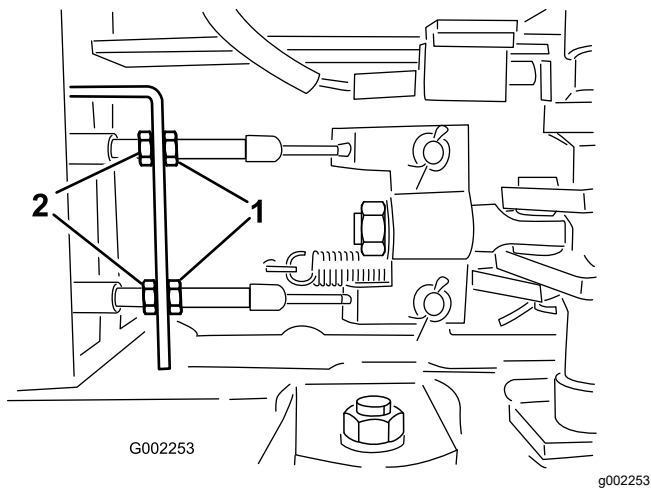

Figure 105
5. Desserrez les écrous de blocage avant sur les câbles de frein, sous l'extrémité avant du pulvérisateur (Figure 105).
6. Serrez les écrous de blocage arrière uniformément jusqu'à ce que la pédale s'enfonce de 1 à 2 cm avant que vous sentiez une résistance (Figure 105).